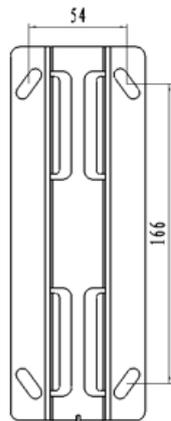

Рис. 1
2. Возьмите монтажный кронштейн в качестве шаблона, чтобы отметить положение болтов, и просверлите в стене четыре отверстия (Рис. 1).